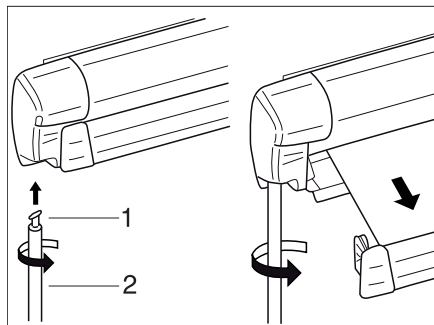

Fig. 36 Store extérieur
- Accrocher le crochet (Fig. 36,1) de la manivelle (Fig. 36,2) dans l'œillet du mécanisme et tourner de 90°.